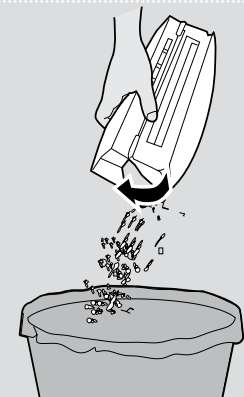

Fig. 18
2. Hold støvbeholderen over en skraldespand. [Fig. 18]